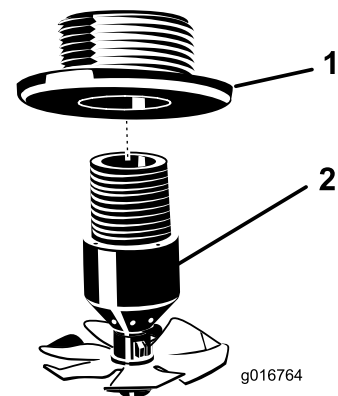

Figure 14
1. Posez la buse de rinçage assemblée sur le raccord de traversée (Figure 14).